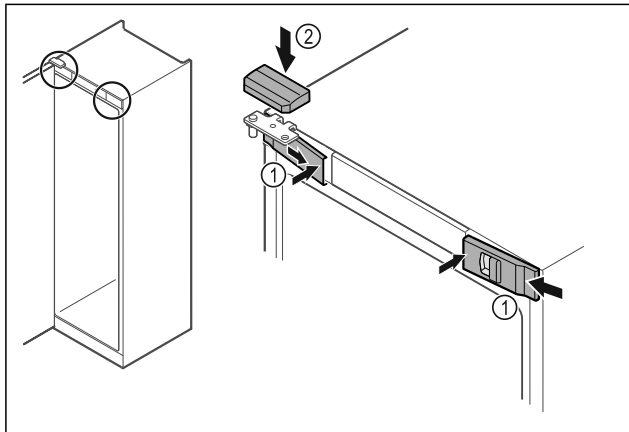

Fig. 53
- ▶ Zaháknite predné kryty Fig. 53 (1) naboku a zaistite ich vnútri.
- ▶ Zaistite horný kryt Fig. 53 (2) zhora.